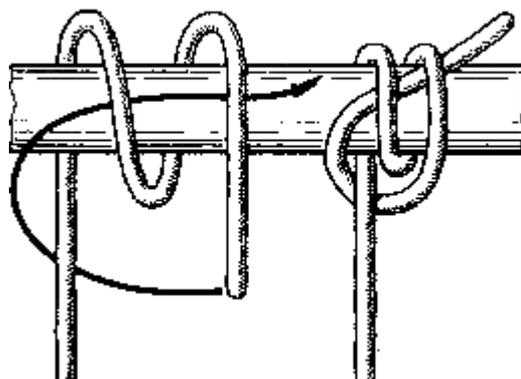

Рис. 55. Гафельный узел
**Гафельный узел** (рис. 55). Само название уже свидетельствует о том, что он из семьи морских узлов. В наше время его уже забыли, видимо, потому, что необходимость в нем отпала. Им всегда можно воспользоваться в быту, когда возникает необходимость быстро прикрепить трос к